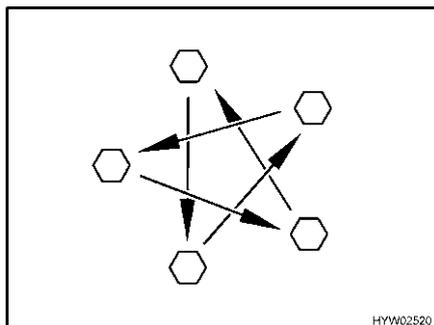

Fig. 221 Apretar las tuercas o los tornillos de las ruedas en forma de cruz
- Comprobar periódicamente que las tuercas o tornillos de las ruedas estén firmemente apretados. Reajustar en forma de cruz (Fig. 221) las tuercas o tornillos después de cambiar una rueda, al cabo de 50 km. Par de apriete, véase apartado 13.5.2.
- ▷ Apretar en forma de cruz las tuercas o los tornillos de las ruedas (Fig. 221).